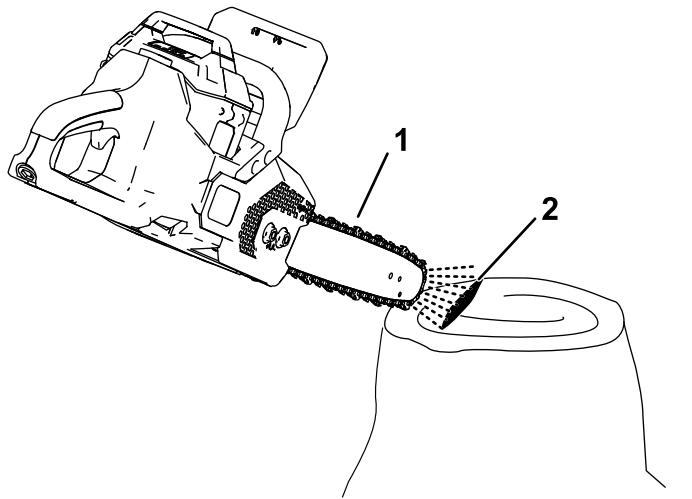

Figura 26
- Para se assegurar de que o óleo está a fluir para a corrente, aponte a extremidade da motosserra para uma superfície (por exemplo, papel, cartão, um tronco) e faça funcionar a motosserra; deve observar uma ligeira pulverização de óleo na superfície (Figura 26).